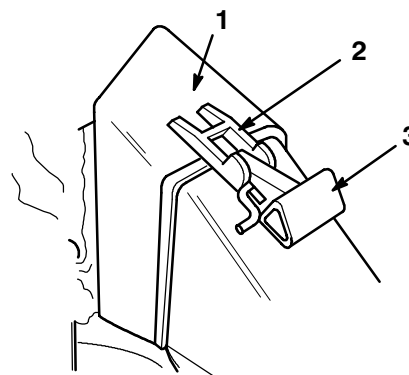

Figure 44
- Vérifiez que la poignée du volet d'éjection est complètement abaissée vers l'avant (volet fermé) comme illustré à la Figure 44.
Remarque : Dans la Figure 44, la grille de protection n'est pas montrée pour plus de clarté.
- Placez l'ouverture du sac sur l'ouverture de l'éjecteur, comme illustré à la Figure 44.